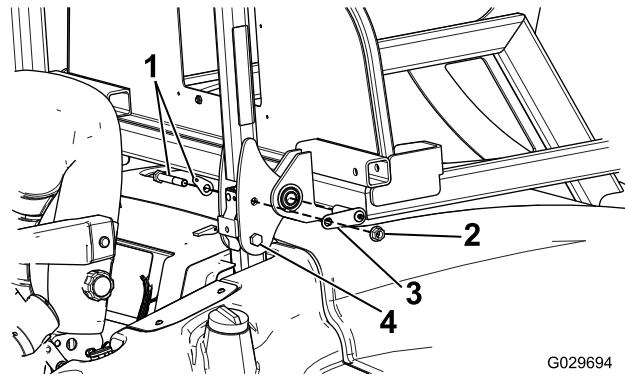

Figura 4
2. Sull'altro lato del roll bar, montate un bullone e un dado in dotazione nel kit nei fori al posto del perno (Figura 4).
il bullone girevole dall'interno della barra, ma non montate ancora il dado (Figura 4).
- Spostate il telaio portante verso l'alto sulla staffa del roll bar e fissatelo utilizzando un perno ad alette attraverso il foro posteriore nella staffa (Figura 4).
- Fissate il bullone girevole e il perno di sicurezza con il dado precedentemente rimosso (Figura 4).
5. Rimuovete il dado e i perni di sicurezza da ciascun lato del roll bar (Figura 4).